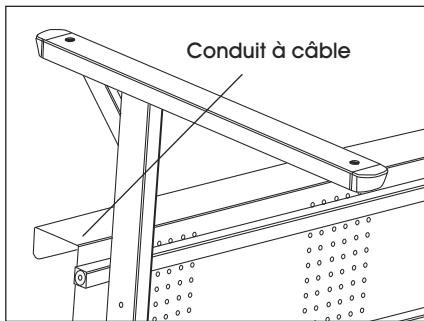

Figure 2
- À l'aide de la clé Allen de 4 mm fournie, fixez le voile de fond aux pieds à l'aide de quatre vis à tête creuse de 1 5/8 po. Veillez à ce que le passage des câbles soit orienté à l'opposé de la partie allongée du pied comme illustré. Fixez les quatre roulettes de blocage aux pieds comme illustré. Serrez-les à l'aide de la clé à double face fournie. (Voir Figure 2)